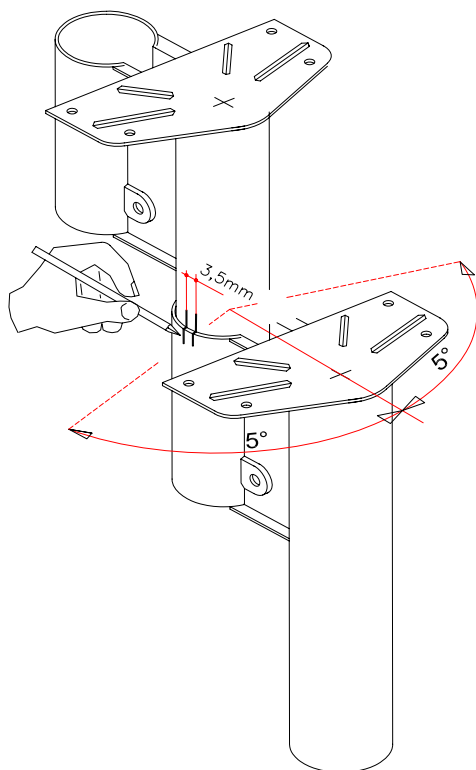

**FIG. 3**
14. Corte los barrotes según las medidas indicadas en los dibujos (fig. 3). Los barrotes situados en los extremos y aquellos intermedios, para los que los dibujos no indican la medida de corte, se deben cortar según la inclinación de la barandilla de la escalera y, por tanto, después de haber montado el pasamanos A22.
18. Ensamble los artículos F23 en los peldaños, en una posición intermedia, utilizando los elementos C14, B83, C49, C13 y B02 (fig.1) (fig. 3). Corte los barrotes C03 a la medida prevista y fíjelos en los elementos F23, bloqueándolos con los artículos B02. Fije los barrotes al pasamanos A22 con los artículos C64. Verifique la verticalidad de cada barrote.